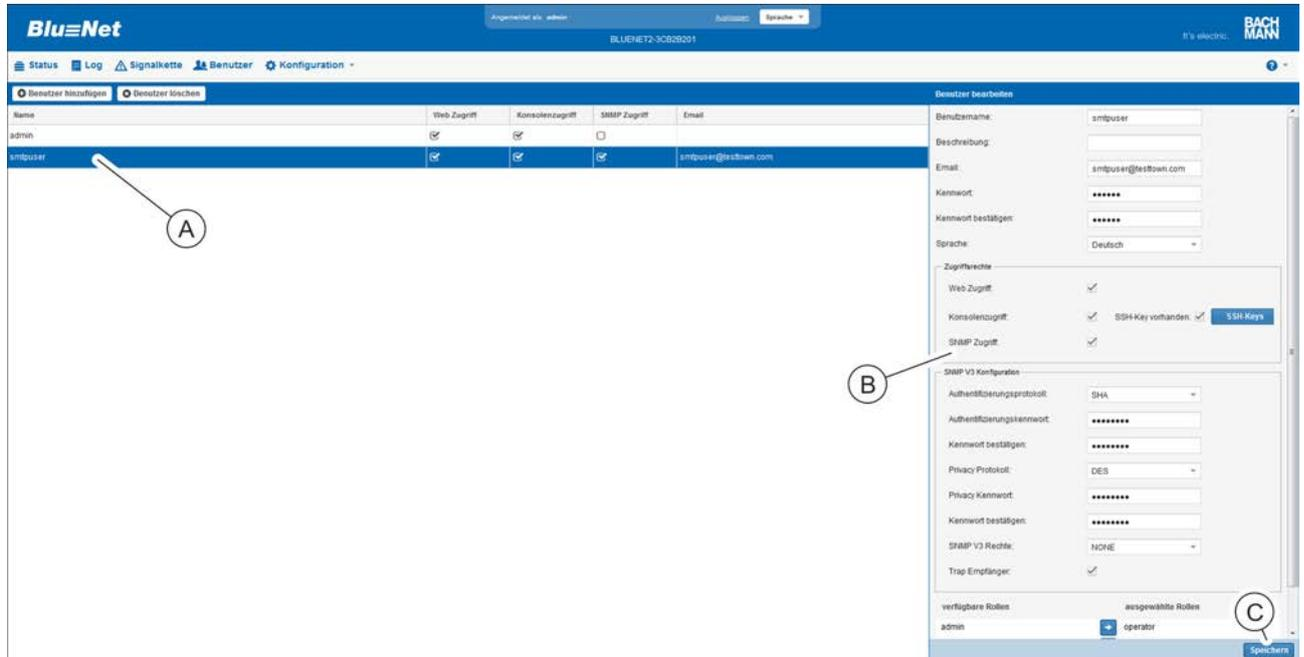

Abb. 241: Menü "Benutzer"
2. Gewünschten Benutzer auswählen (Abb. 241/A).
⇒ Die Einstellungen des Benutzers erscheinen rechts am Rand in der Detailansicht (Abb. 241/B).
3. Einstellungen des ausgewählten Benutzers modifizieren und die Änderung speichern (Abb. 241/C).
i Wenn eine Änderung nicht gespeichert werden soll, das Menü verlassen, ohne die Schaltfläche „Speichern“ (Abb. 241/C) zu betätigen, oder einen anderen Benutzer auswählen.